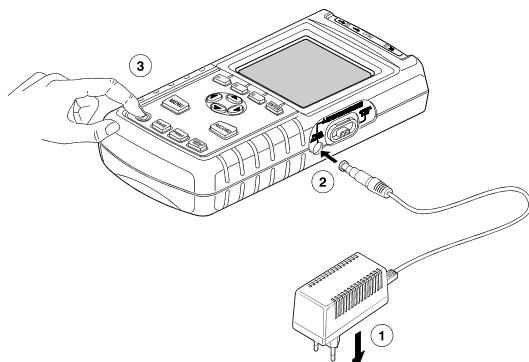

Figure 2. Mise en circuit du Fluke 43B
- 2 Connecter le câble de l'adaptateur secteur au Fluke 43B (voir figure 2).